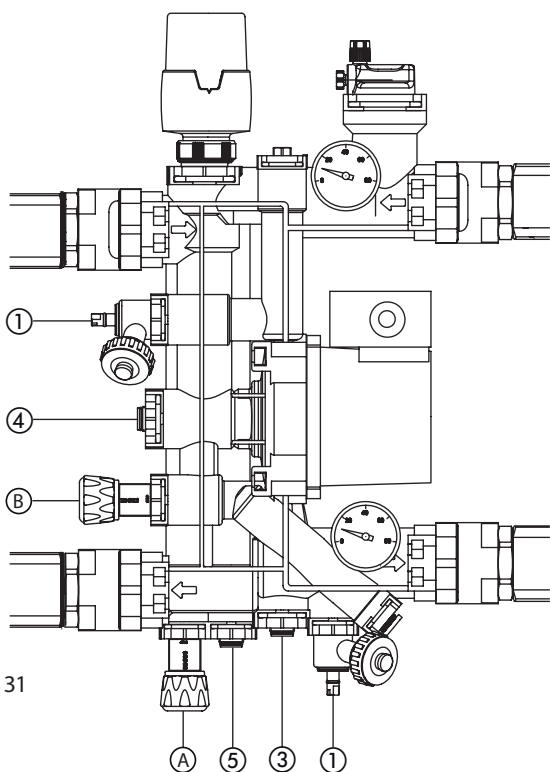
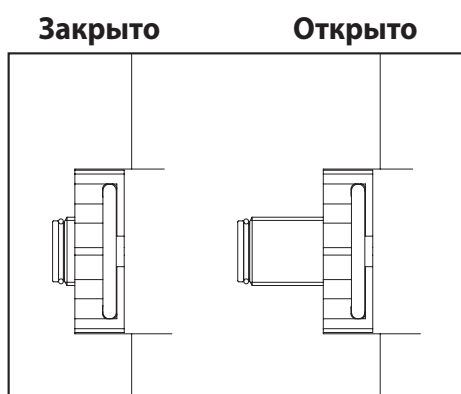

Рис. 31
Рис. 32
- закрыть запорные устройства до и после циркуляционного насоса (посредством фигурного ключа размером 6 мм, см. поз. 3 и 4 на Рис. 31 и Рис. 32);